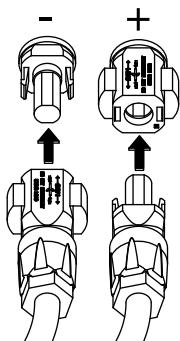

Fig. 31: Tilslutning af FV-streng
- 6.** Isæt DC-ledningernes bøsninger og stik ved vekselstrømsomformeren. **Fig. 31**